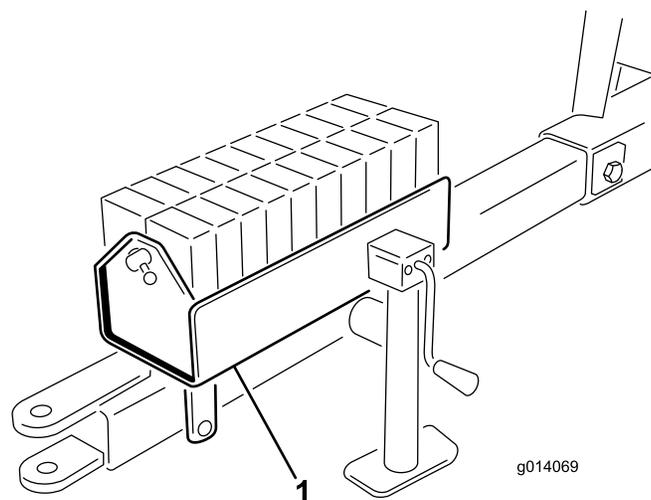

Figura 6
5. Encha a caixa de pesos com os pesos e instale a barra e pino de segurança (Figura 6).